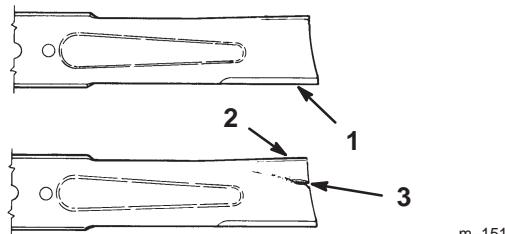

Figure 33
1. Inspectez les tranchants des lames (Fig. 33). Si elles ne sont pas tranchantes ou si elles présentent des indentations, déposez et aiguisez les lames (voir Aiguiseage des lames, page 33).
2. Inspectez les lames, surtout la partie incurvée (Fig. 33). Remplacez immédiatement toute lame endommagée, usée ou qui présente une entaille (repère 3 de la Fig. 33).